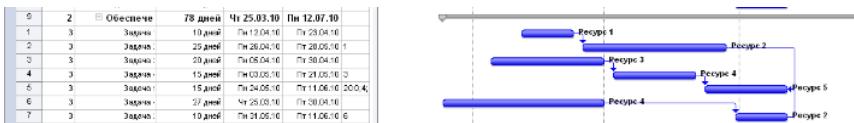

Рисунок 17 - Расстановка работ с учётом использования ресурсов
3. Проверяется наличие конфликта ресурсов и производится их выравнивание. Рисунок 17.